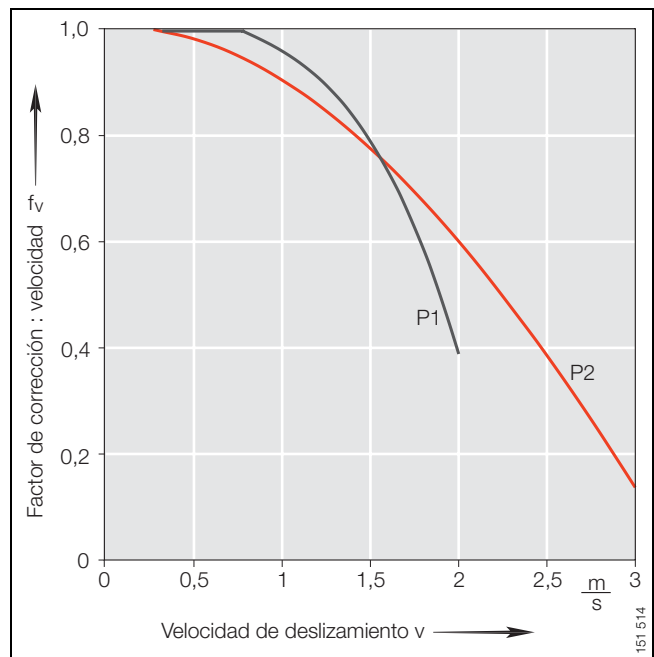

Figura 5 · Factor de corrección: velocidad f_v , Permaglides® P1, P2
Factor de corrección: velocidad, figura 5, página 15
- Factor de corrección: velocidad f_v , figura 5, página 15